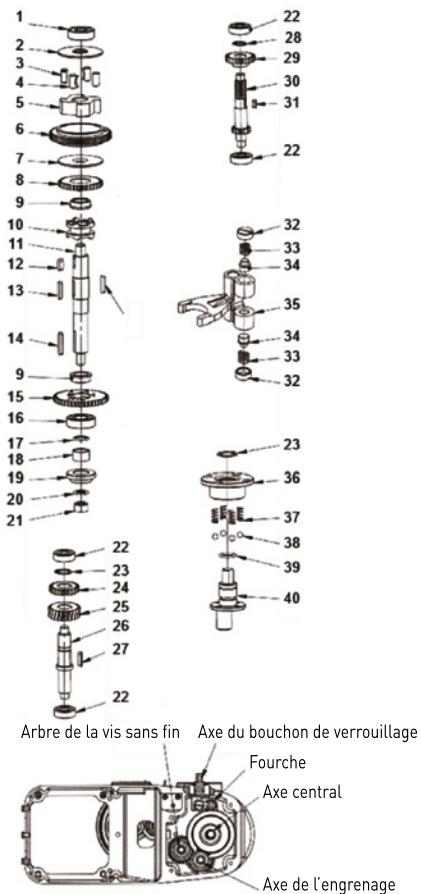

Fig. 2 : Unité de l'engrenage
- Unité de l'engrenage (Fig. 2) ;
Liste de pièces sur la Fig. 2